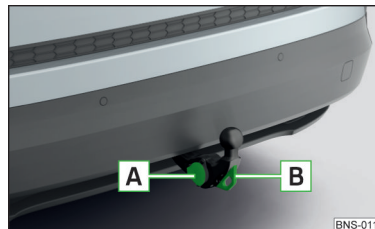

Fig. 318
- desfaceți capacul de protecție al prizei și introduceți fișa remorcii (accesoriilor) în priza cu 13 pini **A** » **fig. 318**. (În cazul în care remorca/accesoriile dispun de o fișă cu 7 pini, puteți folosi un adaptor din gama de accesorii originale ŠKODA).